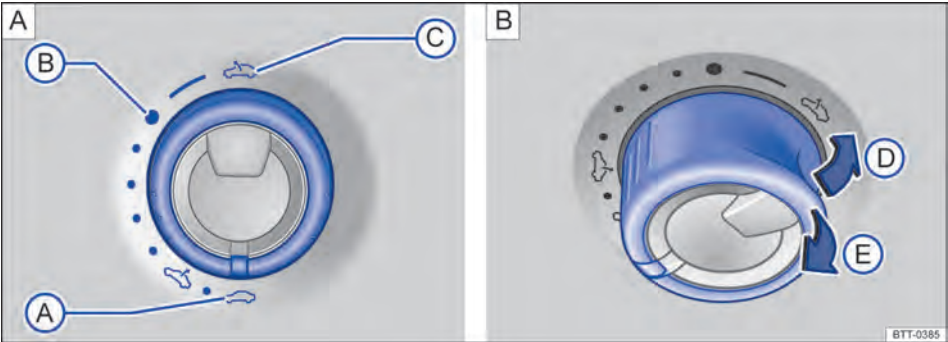
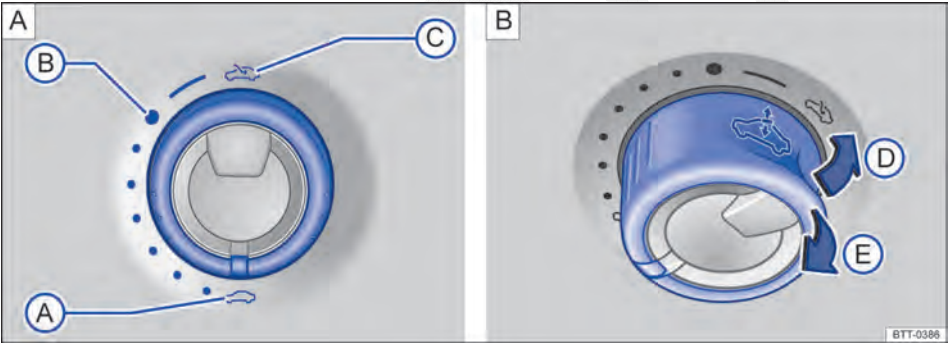

Fig. 53 No revestimento do teto: interruptor para levantamento, abertura ou fechamento do teto solar (variante 1).
Fig. 54 No revestimento do teto: interruptor para levantamento, abertura ou fechamento do teto solar (variante 2).
Para o levantamento do teto solar, o interruptor deve se encontrar na posição de base ⇒ Fig. 53  ou ⇒ Fig. 54 .
⇒ Fig. 53  ou ⇒ Fig. 54
- Girar o interruptor para a posição “Fechado” ⇒ Fig. 53   ou ⇒ Fig. 54  .
- Dentro de aproximadamente 5 segundos após a liberação do limitador de força, puxar o interruptor o tempo necessário para trás no sentido da seta ⇒ Fig. 53   ou ⇒ Fig. 54  , até que o teto solar esteja completamente fechado.